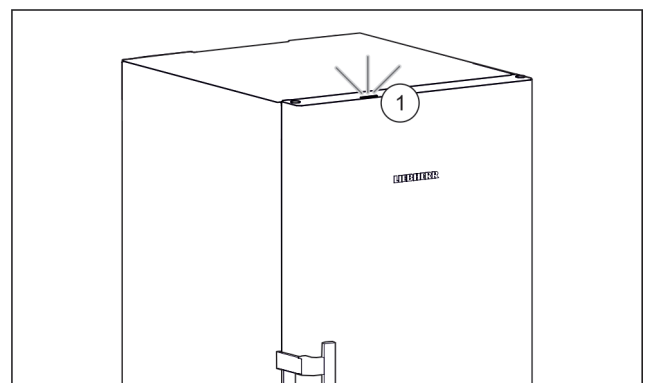

Fig. 4
Al poner el electrodoméstico en servicio, la luz de estado Fig. 4 (1) está desactivada de fábrica.